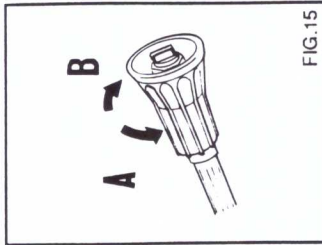

FIG. 15
### USO DELLA TESTINA REGOLABILE (fig. 15).
2) Avviare l'idropulitrice, selettore il getto a bassa pressione (fig. 15 pos. 2) e cospargere la superficie da lavare con il prodotto agendo dal basso verso l'alto.